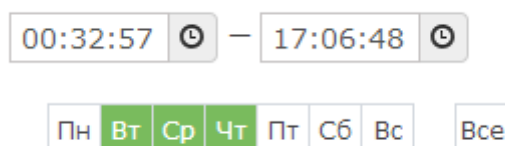

Рисунок 9.104 — Добавление временного интервала
3. В столбце **Временная зона** (рисунок 9.104) укажите временной интервал и дни недели, в течение которых разрешено управление разделами сигнализации и точками доступа. Часы, минуты, секунды начала/окончания временного интервала можно вписать вручную или выбрать с помощью дополнительного инструмента, который можно открыть по кнопке . Дни недели выбираются щелчком левой клавишей мыши. При необходимости выбора всех дней недели, нажмите на кнопку **Все**.